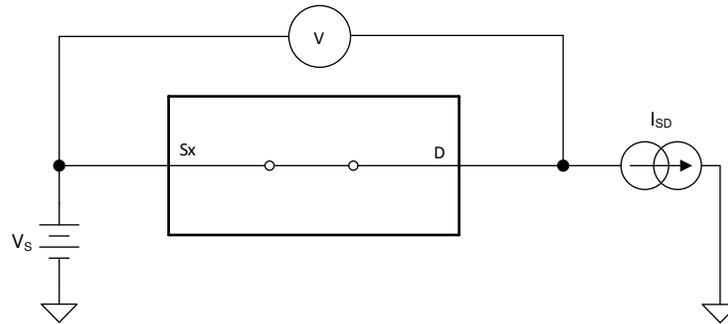

図 7-1. オン抵抗測定時の構成
デバイスのオン抵抗は、デバイスのソースピン (Sx) とドレインピン (D) の間の抵抗値 ( $\Omega$ ) です。オン抵抗は、入力電圧と電源電圧によって変化します。オン抵抗は、記号  $R_{ON}$  を使用して示されます。 $R_{ON}$  の測定時に使用する構成を次の図に示します。この設定を使用して電圧 (V) と電流 ( $I_{SD}$ ) を測定し、 $R_{ON}$  は、図 7-1 に示すとおり  $R_{ON} = V / I_{SD}$  で計算します。